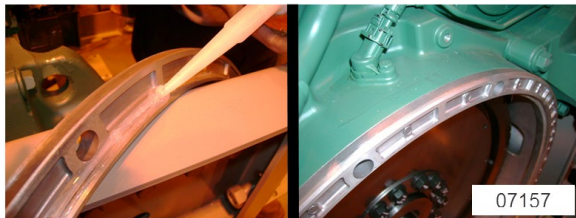

FIGURE 11: INSTALLATION DE L'ENTRETOISE D'ESPACEMENT
4. Appliquer un silicone clair (Prevost #680457 ou équivalent) sur l'entretoise d'espacement et installer celle-ci sur le moteur (Figure 11).